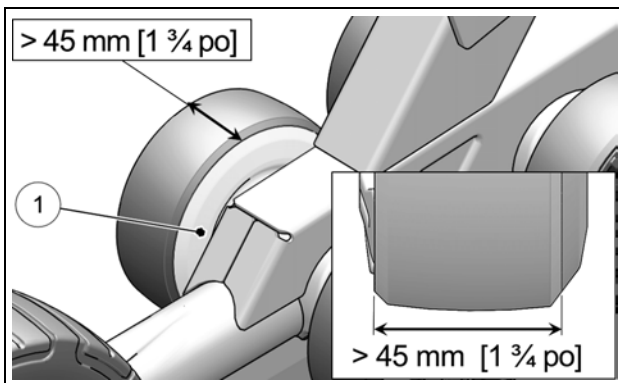

Figure 34
Vérifier l'usure des roulettes sur la bande de contact intérieure (1). Si la bande est perforée et/ou la largeur de la roulette est inférieure à 45 mm, remplacer la roulette. Elle n'offre plus un support adéquat à la chenille et les guides peuvent s'user prématurément. Voir la Figure 34.